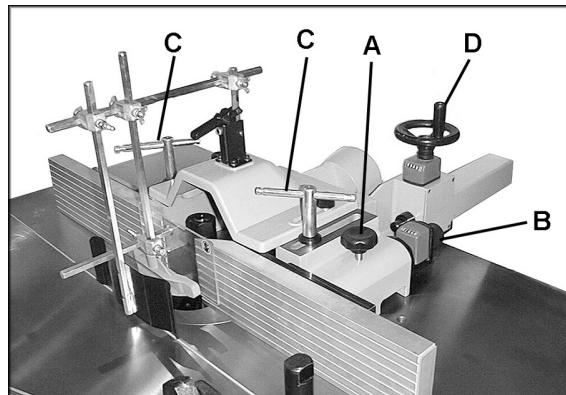

Рисунок 23
2. Правая планка упора (с подающей стороны) может двигаться независимо внутрь или наружу, в зависимости от типа производимых работ. Чтобы переместить правую планку упора внутрь или наружу, ослабьте две ручки (A, рис. 23) и поверните регулировочную ручку (B, рис. 23). Точная регулировка возможна благодаря цифровому индикатору ниже ручки. После завершения настройки затяните фиксирующую ручку (A, рис. 23).
3. Узел упора целиком можно быстро спозиционировать на столе, если слегка ослабить оба фиксатора (C, рис. 23) и переместить узел упора на требуемую позицию, вращая маховик (D, рис. 23). Используйте цифровой индикатор для более точной регулировки. Затяните фиксаторы (C, рис. 23) после завершения регулировки.